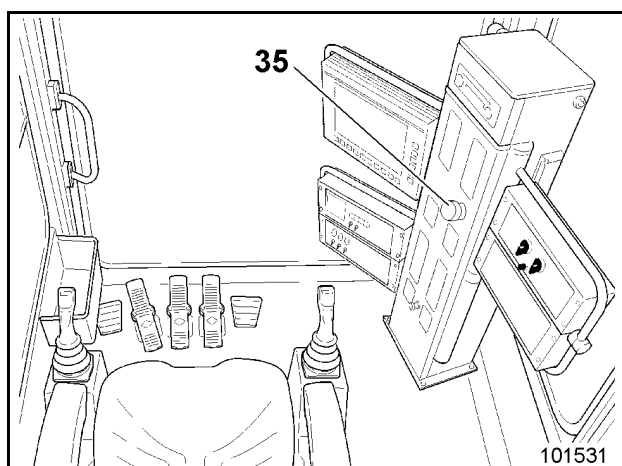

Fig. 2-22:
- Schalter (rot) auf der Front der Steuersäule (35, Fig. 2-22:) drücken,